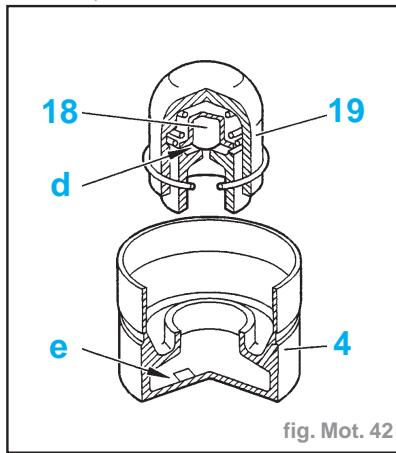

fig. Mot. 42
- Vérifier que les pousoirs hydrauliques (4) ne sont pas en extension maximum
en comprimant le piston (19) dans le pousoir entre le pouce et l'index (fig. Mot. 42).